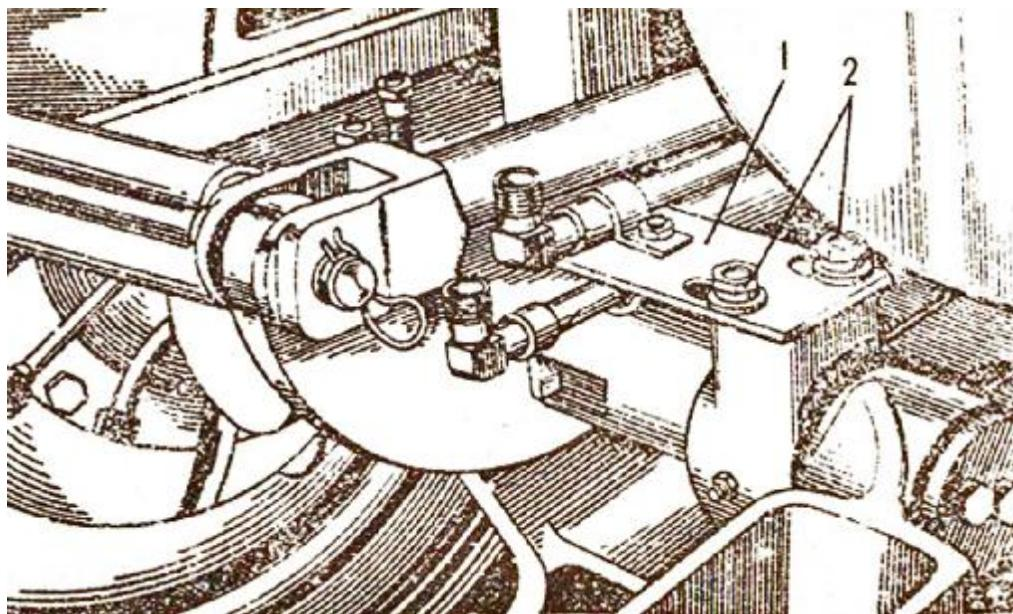

Рис. 9 Крепление планки на тракторе
- установите планку I (рис. 9) и закрепите ее болтами 2(M12x20) с пружинными шайбами, снятыми с трактора при демонтаже кронштейна для крепления средней тяги;
- присоедините к угольникам накидным трубопроводы и закрепите их задние концы так, как показано на рис. 9;